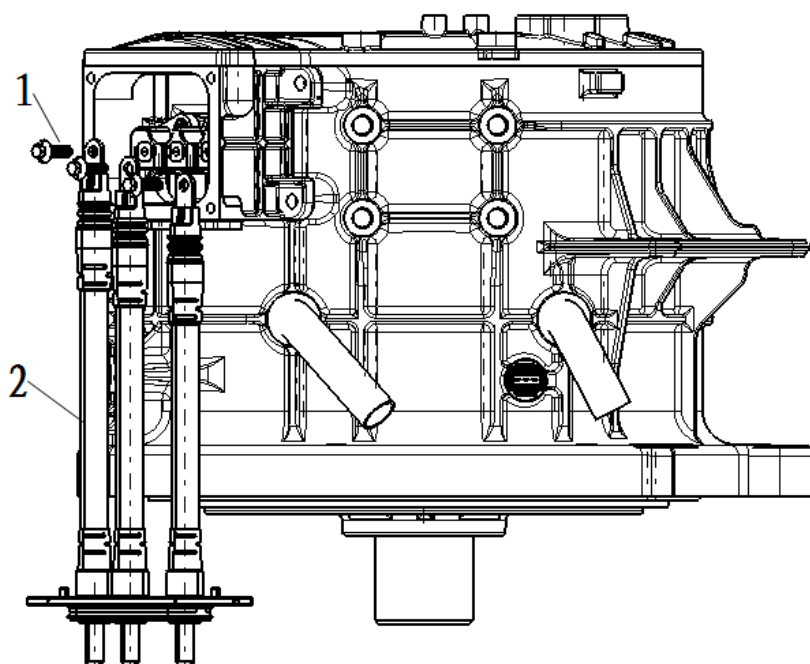

图36
①拆卸前：将电机平放于工作台上，使其平稳放置，确保拆分时的电机安全。
②拆卸维修：当三相动力线束需要维修时，先对接线盒盖进行拆卸。用扳手将固定三相动力线束和定子引出线的螺栓（1）拧下，取走弹垫和平垫圈。将固定三相动力线束法兰的 M6\*20 六角头螺栓拧下拔出三相动力线束（2）维修。（拔出时注意不要损坏三相动力线束）（见图 36）